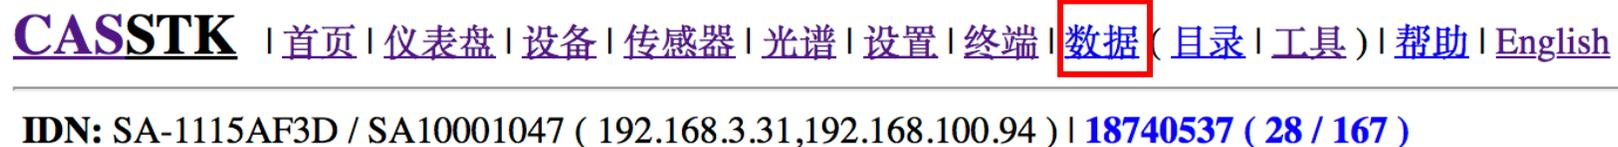

图 6.3
6.5. 如图6.3在Web管理主页，点击“数据”下载最新数据包；